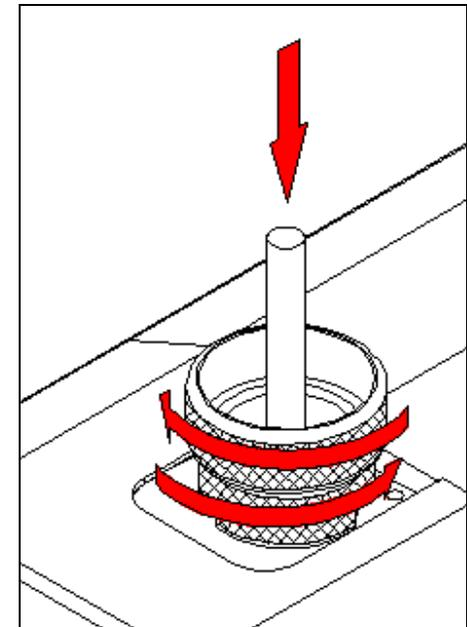

Figura 4-8-1
- ※ OBS.: A Afiadora de Brocas possui modelo com o dispositivo de afilamento do lado superior esquerdo, veja **Figura 4-8-1.**